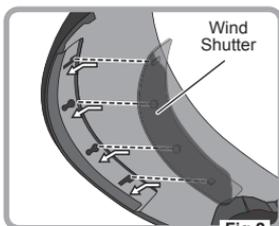

Fig.2
2. Consulte a Fig.2. Empurre o gancho na Wind Shutter para dentro dos orifícios no interior da proteção para o queixo. Siga a direção da seta para empurrar os ganchos.